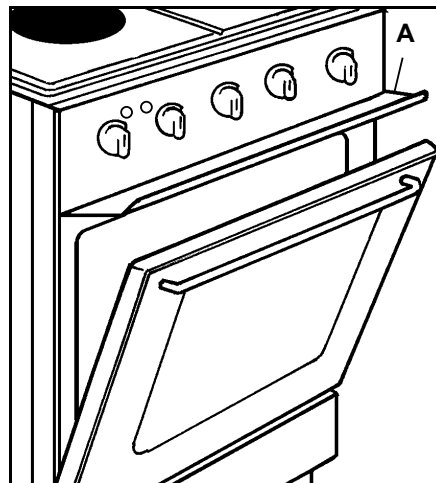

fig. 2
- **Installez le déflecteur (fig. 2).**